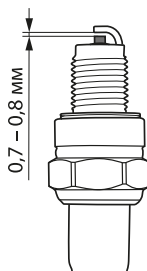

рис. 17
3. Выверните свечу шестигранным ключом и осмотрите ее. Электроды свечи должны иметь светло-коричневый цвет (рис. 17).
5. Очистите электроды мелкой наждачной бумагой до металла и проверьте зазор между заземляющим и центральным электродами, используя специальный щуп. При необходимости установите зазор 0,7-0,8 мм (рис. 17).